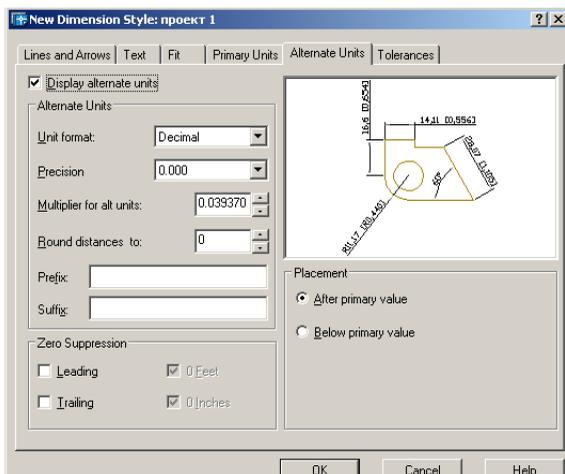

Рис. 1.66. Диалоговое окно определения параметров размерного стиля, вкладка определения альтернативных единиц
- вкладка **Alternate Units** позволяет определить формат и точность альтернативных единиц, которые используются для обозначения величин размеров в дополнительной системе единиц (рис. 1.66).